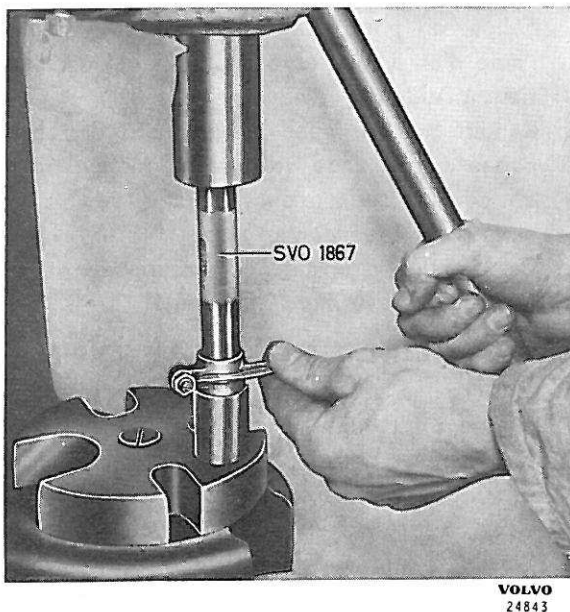
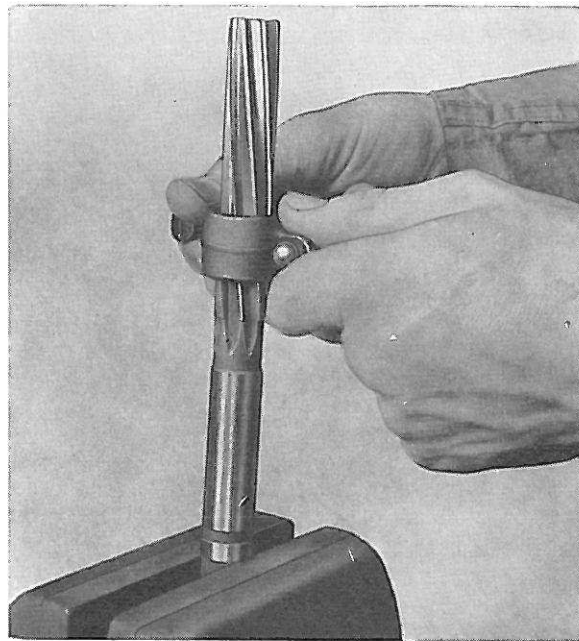

Figure 26. Remplacement d'une bague de culbuteur
Figure 27. Réalésage d'une bague de culbuteur
1. Si l'usure atteint 0,1 mm, la bague de culbuteur doit être remplacée. Se servir de la chasse SVO 1867 au démontage comme au remontage de la bague, figure 26. Aléser ensuite la bague en se servant d'un alésoir approprié, jusqu'à obtenir un ajustement correct sur l'axe de culbuteur, figure 27. Le trou de la bague doit se trouver juste en face de celui du culbuteur.